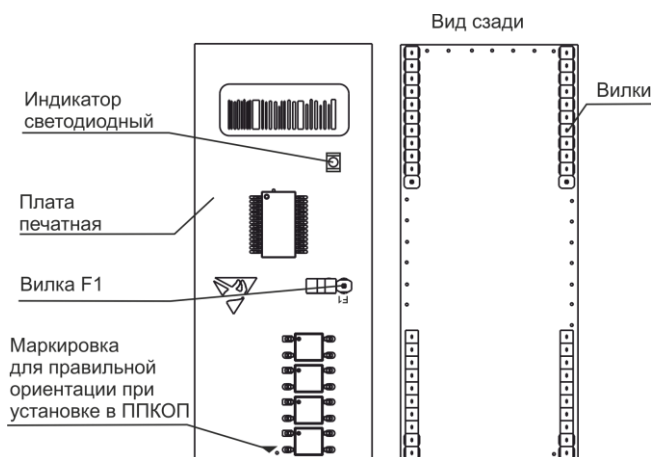

Рисунок 1
Настоящее руководство по эксплуатации предназначено для изучения принципа работы, условий эксплуатации и технического обслуживания модуля реле «Астра-МР» (далее модуль) (рисунок 1).
**4.1** Конструктивно модуль состоит из печатной платы с радиоэлементами (рисунок 1).